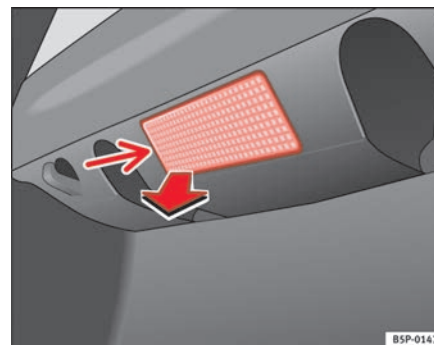

Fig. 170 Luz maletero
- Extraiga la tulipa haciendo presión sobre el borde de la parte interior de la misma -flecha- con ayuda de un destornillador por su parte plana ⇒ fig. 170. ►